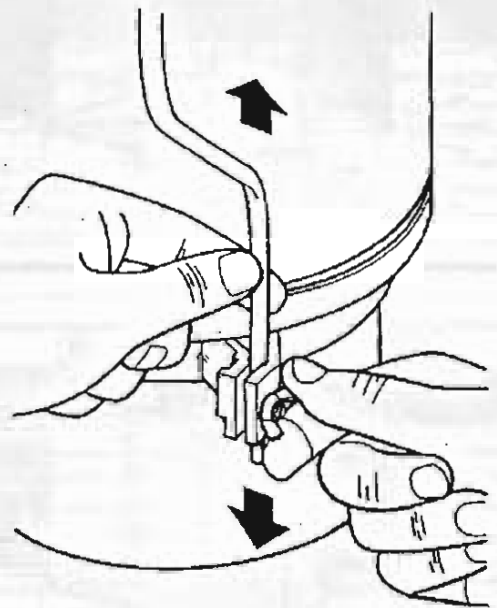

Fig. 4
- Den Stützstab am Körper einsetzen und mit den Muttern und Klappen festklemmen (Abb.4)